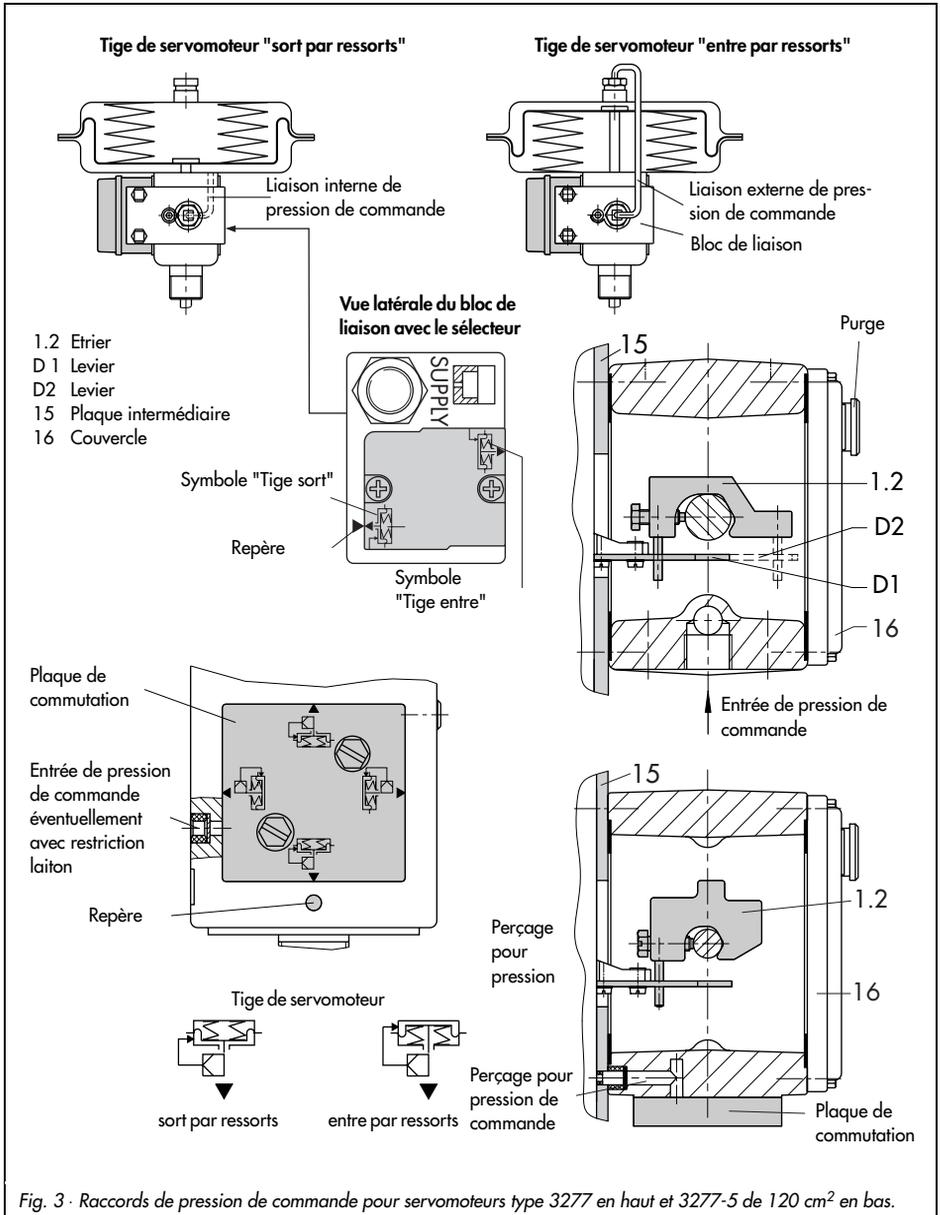

Fig. 3 · Raccords de pression de commande pour servomoteurs type 3277 en haut et 3277-5 de 120 cm2 en bas.
*Le positionneur ne possède pas d'évent, l'échappement a lieu par les accessoires de montage. (Voir fig. 3, 4 et 5).*
En regardant le servomoteur du côté du raccord de pression (fig. 3) ou de la plaque de commutation, le montage du positionneur doit avoir lieu sur le côté gauche de l'arcade **avec la flèche en direction du servomoteur** (fig. 11).
6. Repérer le dessin représentant l'exécution utilisée ("Ouvverte ou fermée par manque d'air") sur le sélecteur situé sur le côté du bloc de liaison (fig. 3) et positionner la flèche en direction du repère placé sur l'arcade du servomoteur. Eventuellement, tourner le sélecteur de 180°.
Pour le servomoteur type 3277-5 de 120 cm2, la pression de commande est amenée à la chambre de membrane par l'intermédiaire de la plaque de commutation (fig. 3, à droite) et non par un bloc de liaison